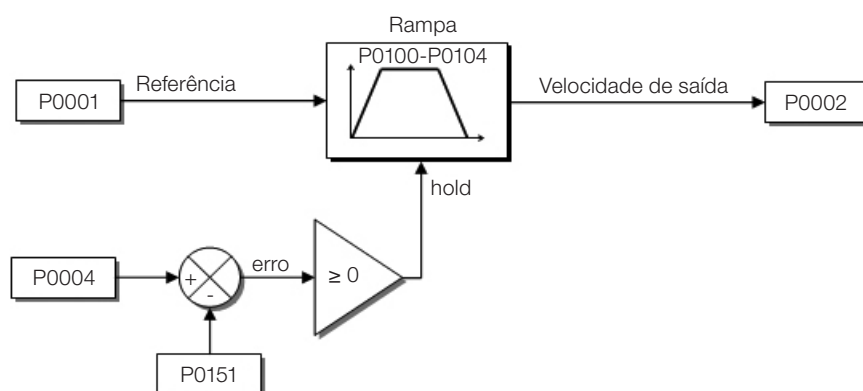
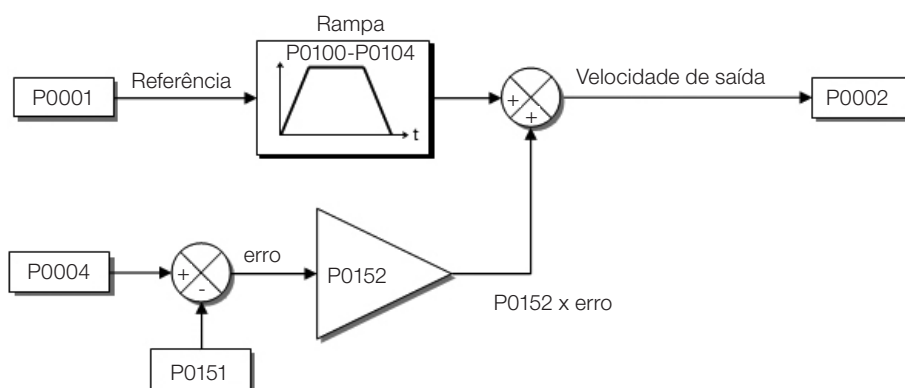
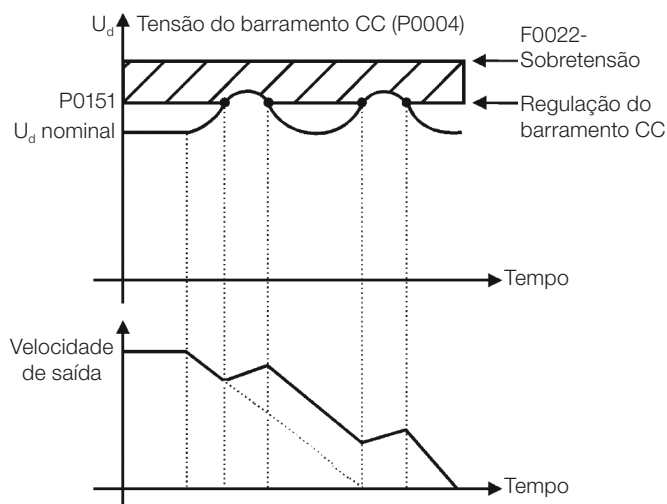

Figura 11.2: Blocodiagrama da limitação da tensão do barramento CC – hold de rampa (P0152 = 0 ou P0152 = 2)
Figura 11.4: Blocodograma da limitação da tensão do barramento CC – acelera rampa ($P0152 = 1$ ou $P0152 = 3$)
Figura 11.5: Gráfico exemplo da limitação da tensão do barramento CC – acelera rampa (P0152 = 1 ou P0152 = 3)
- Atuação: a tensão do barramento CC é medida (P0004) e comparada com o valor ajustado em P0151, a diferença entre estes sinais (erro) é multiplicado pelo ganho proporcional (P0152), o resultado é então somado à saída da rampa, conforme [Figura 11.4: Blocodiagrama da limitação da tensão do barramento CC – acelera rampa \(P0152 = 1 ou P0152 = 3\) na página 11-6](#) e [Figura 11.5: Gráfico exemplo da limitação da tensão do barramento CC – acelera rampa \(P0152 = 1 ou P0152 = 3\) na página 11-7](#).
A Figura 11.2: Blocodiagrama da limitação da tensão do barramento CC – hold de rampa \(P0152 = 0 ou P0152 = 2\) na página 11-5 à Figura 11.5: Gráfico exemplo da limitação da tensão do barramento CC – acelera rampa \(P0152 = 1 ou P0152 = 3\) na página 11-7 mostram os blocodiagramas e gráficos exemplos.